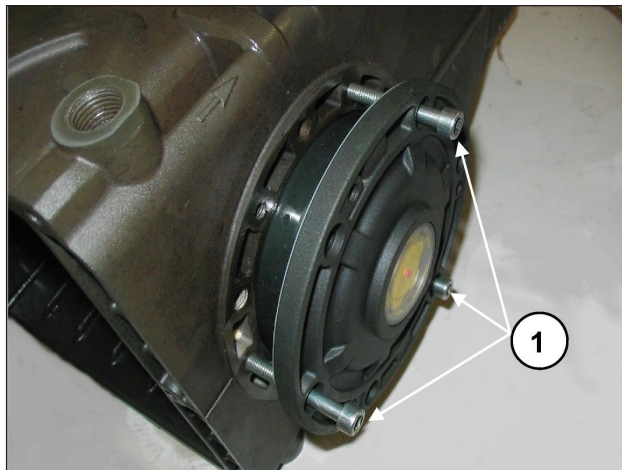

Fig. 8
Pour faciliter l'emboîtement du premier tronçon et la mise en place correspondante des couvercles sur le carter, il est conseillé d'utiliser 3 vis M6 x 40 partiellement filetées, (Fig. 8, rep. ①) et de compléter l'opération avec les vis fournies (M6x16).
Pour rapprocher les deux couvercles latéraux du carter, il est possible d'utiliser 3 vis M6x40 pour une première phase d'orientation, selon les indications préalables (Fig. 8) puis les vis destinées à la fixation finale.